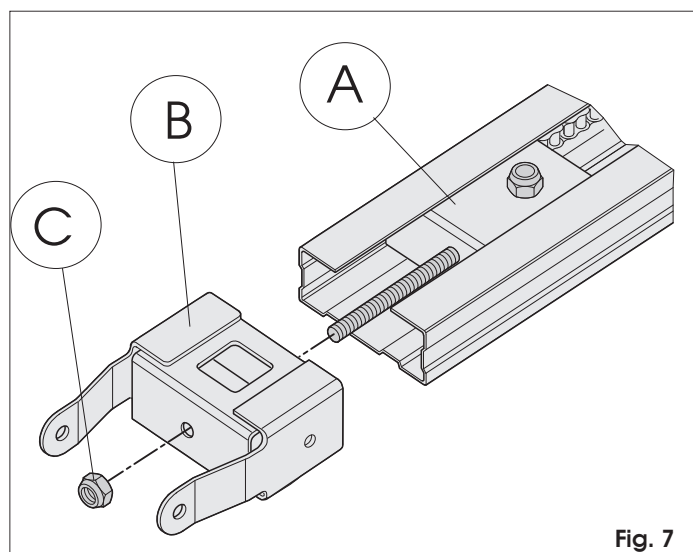

Fig. 7
- 3) Assemblare l'attacco anteriore (Fig. 7 rif. B) al gruppo di rinvio (Fig. 7 rif. A).
- 4) Mettere leggermente in tensione la catena avvitando il dado (Fig. 7 rif. C).